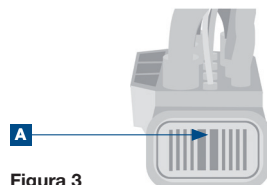

Figura 3
- 14 Deblocați conectorul setului de cabluri X 26 și decuplați-l (**figura 3**)
- Îndepărtați elementul de blocare (A)